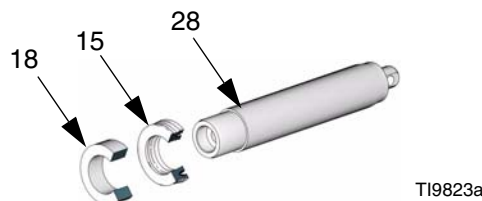

FIG. 1 : Orinetation coupelle en U
1. Installer le joint de la tige du piston (15) en s'assurant que la coupelle en U est face à la tige du piston (28) comme illustré dans FIG. 1.